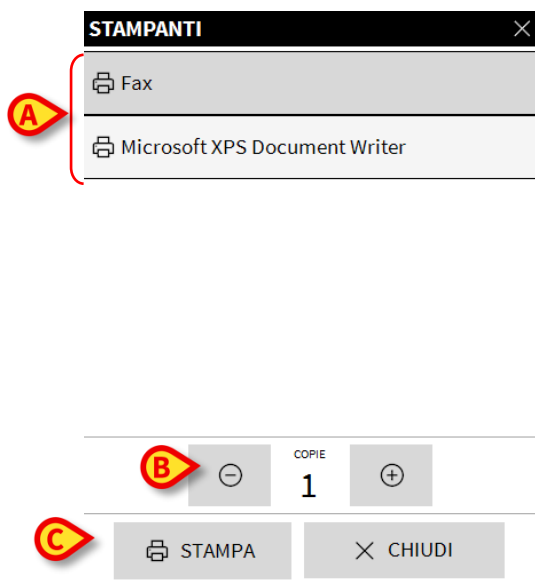

Fig 30
- Cliccare il pulsante **Stampa...** (Fig 24 **H**) per aprire la finestra di opzioni di stampa (Fig 30)
- Cliccare l'opzione desiderata sul menù per selezionare la stampante (Fig 30 **A**).
- Impostare il numero di copie da stampare attraverso i pulsanti  (meno una copia) e  (più una copia) - Fig 30 **B**.
- Cliccare il pulsante **Stampa** (Fig 30 **C**) per stampare il documento.